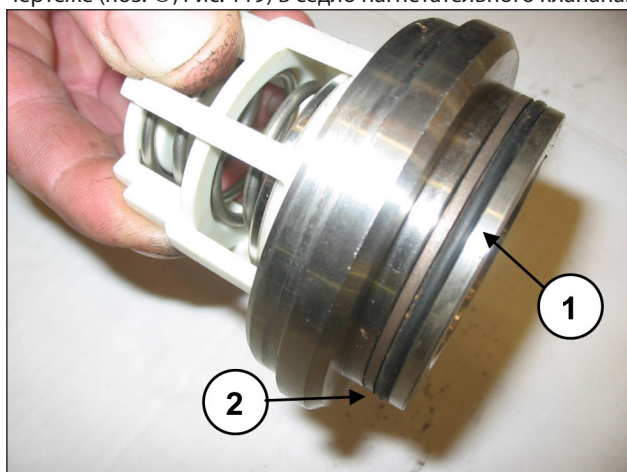

Рис. 119
Установите уплотнительное кольцо O-ring, поз. №6 на детализовочном чертеже (поз. ①, Рис. 119) и антиэкструзионное кольцо, поз. №14 на детализовочном чертеже (поз. ②, Рис. 119) в седло нагнетательного клапана.